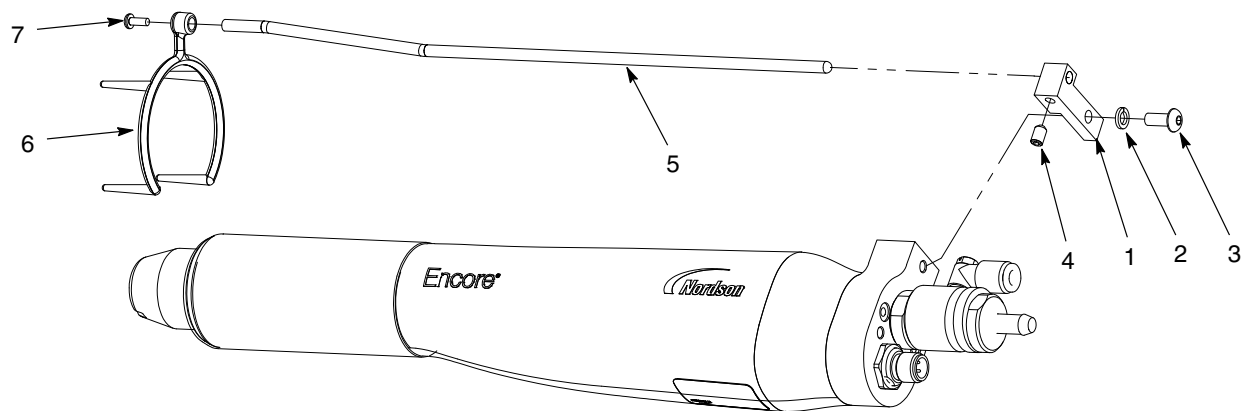

Figure 3-4 Installation du collecteur d'ions – Illustration d'une buse à jet plat
1. Voir la figure 3-4. Installer le bloc de montage (1) sur le pistolet avec la rondelle frein M5 et l'écrou (2, 3).
2. Insérer la tige du collecteur (5) dans le bloc et la fixer avec la vis de blocage M5 x 8 (4) fournie avec le kit collecteur d'ions.
3. Glisser la pointe multiple (6) sur l'écrou de la buse et la fixer à la tige du collecteur avec la vis M3 (7).
3. Voir la figure 3-4. Desserrer la vis de blocage (4) et éloigner la pointe multiple de l'extrémité avant du pistolet.